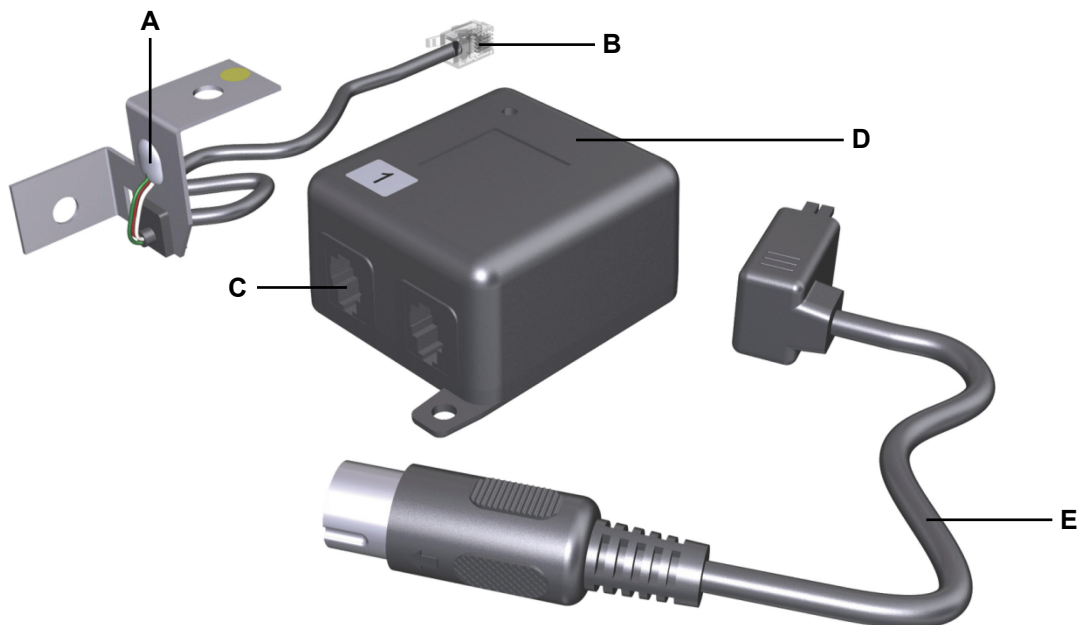

Abbildung 43 Sensoreinheit
- Der Sensor wird sowohl an den Tischrahmen als auch an der Tischplatte befestigt. Die Anlagefläche für die Tischplatte ist mit einem gelben Punkt gekennzeichnet, wie in Abbildung 43 gezeigt.